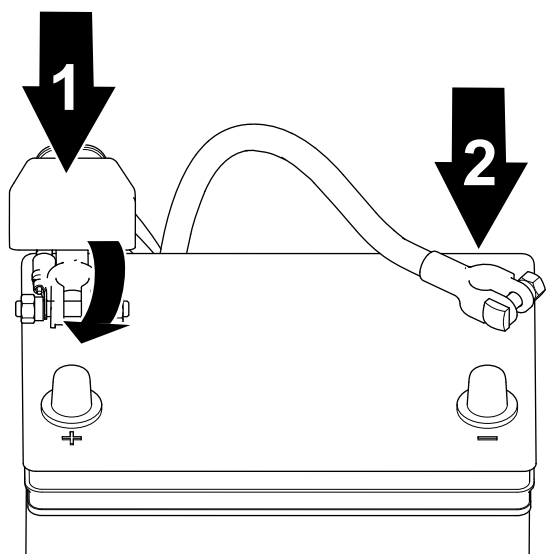

Figura 39
1. Ligue o cabo positivo à bateria e aperte a porca do grampo da bateria (Figura 39).
2. Ligue o cabo negativo à bateria e aperte a porca do grampo da bateria (Figura 39).